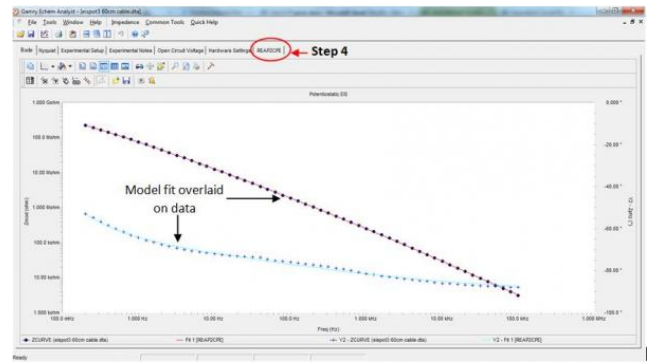

图9 红线和蓝线是模型对数据的拟合结果。选择被圈的选项卡可以看到拟合优良度和模型参数
4. 一旦‘Auto Fit’被点选了，拟合曲线将在数据上显示。拟合结果应该像真实数据。模型元件的数值和拟合优良度可以在以刚用模型为名的新选项卡中找到。在这个例子中，新选项卡被命名为‘REAP2CPE’。如图9所示。